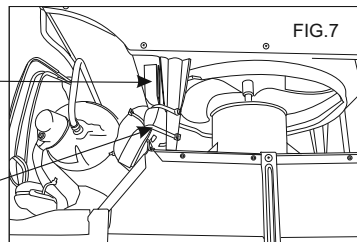

FIG.7
10. Excepté 22000BTU modèle, d'autres modèles à haut rendement (24,000~28,500 BTU) sont fournis avec un emballage d'expédition interne. CET EMBALLAGE ET FIL EN PLASTIC D'ATTACHE DOIVENT ÊTRE RETIRÉS AVANT L'INSTALLATION DU CLIMATISEUR DANS LE CABINET. (Voir FIG.7)